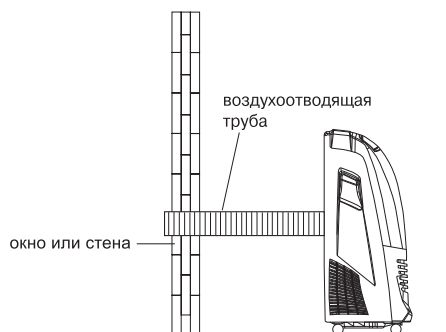

Рис. 2.3
- Через блок кондиционера проходят два воздушных потока. Воздух первого потока забирается из помещения, проходит через испаритель, охлаждается и выходит через верхние выпускные отверстия. Воздух второго потока, также забирается из помещения, проходит через конденсатор, нагревается и отводится через воздухоотводящую трубу наружу (рис. 2.3).